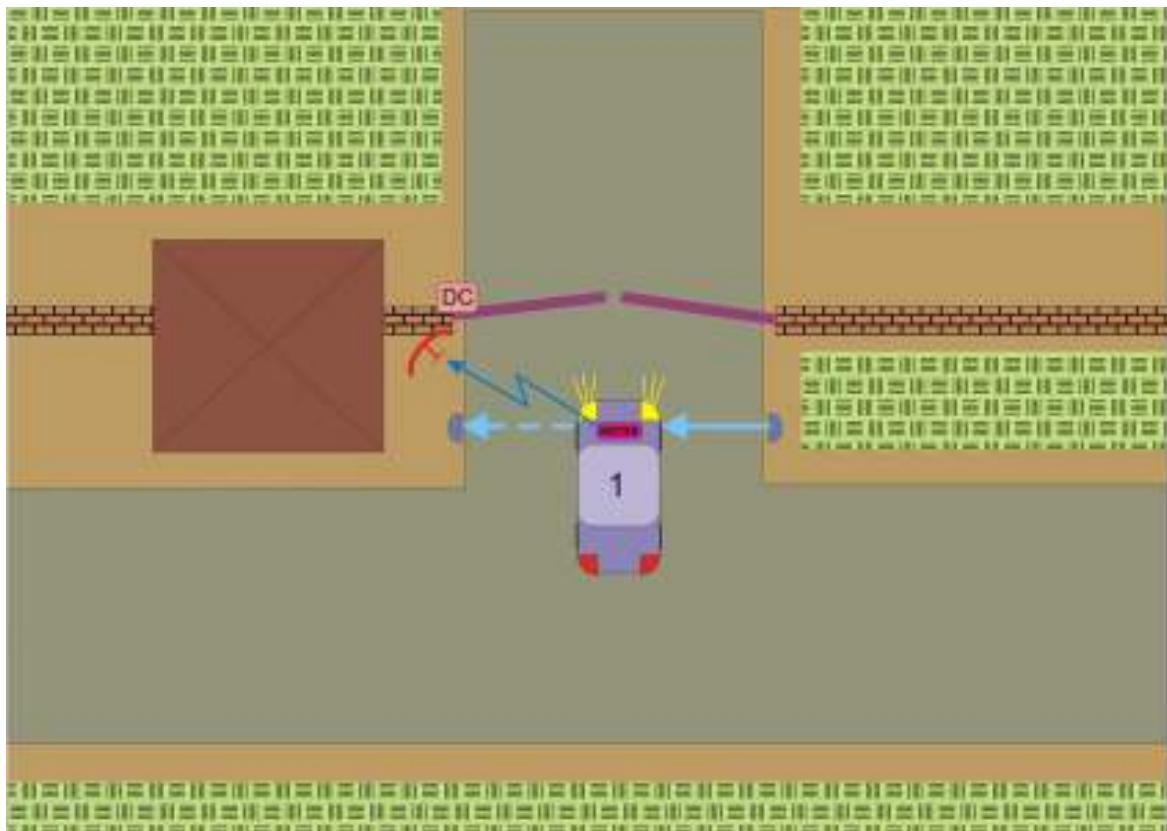

Рисунок 4. Система с датчиками автоматики ворот.
- Если автомобиль в створе датчика появился (рисунок 4), код метки передается контроллеру системы доступа, и считыватель ждет заданное время сигнала с датчика открывания ворот. Если датчик не сработал, значит метка не имеет по каким-то причинам права доступа на территорию, и система опять переходит в исходное состояние. Если датчик сработал, то считыватель ждет сигнала о закрытии ворот, либо истечения заданного времени, после чего опять переходит в исходное состояние.